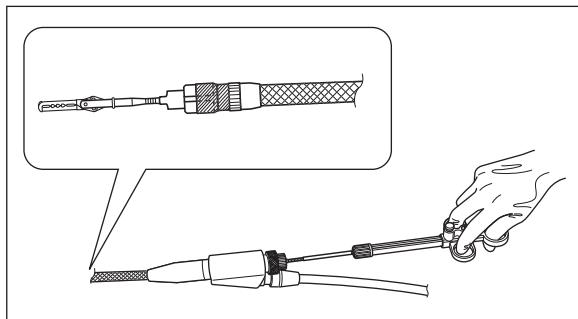

図3.19
2. スライダを手前に引くと、ワニ口鉗子部が閉じて異物を持持します。(図3.19参照)